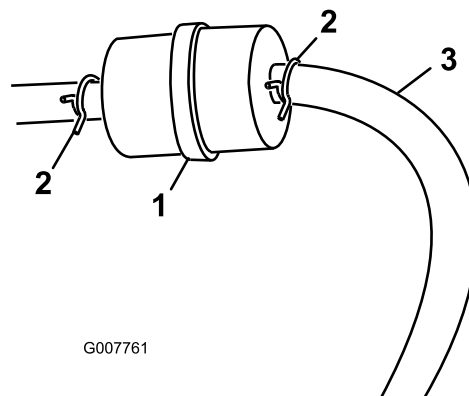

図 27
3. 古いフィルタのクランプをゆるめて脇に寄せる(図 27)。
5. 新しいフィルタをホースに取り付け、クランプで固定する(図 27)。
3. 燃料フィルタについているクランプをゆるめ、フィルタからずらす (図 27)。
4. 燃料フィルタから燃料ホースを抜き取る (図 27)。
**注** 落ちてくるガソリンをガソリン容器または廃油受けに受ける (図 27)。
5. フィルタに燃料ホースをつなぎ、クランプで固定する (図 27)。